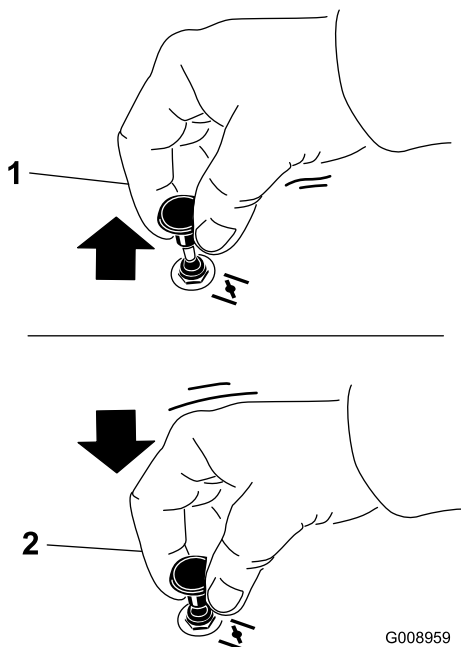

Figura 22
1. Puxe a alavanca do ar para cima para engatar o ar antes de utilizar a ignição (Figura 22).
2. Empurre a alavanca para baixo para desengatar o estrangulador do ar quando o motor estiver a funcionar (Figura 22).